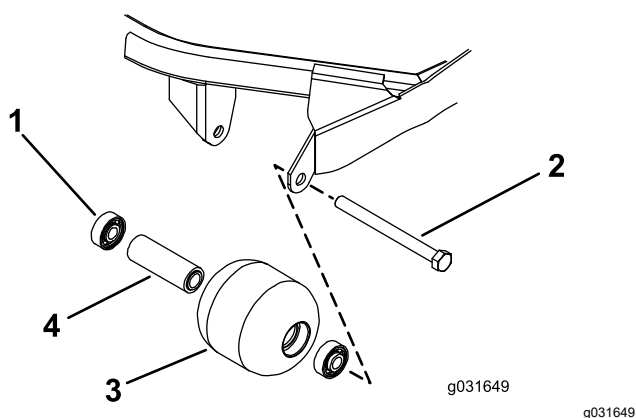

Figura 72
1. Retire el perno de montaje del rodillo (Figura 72).
4. Inspeccione el alojamiento del rodillo, los cojinetes, y el espaciador del cojinete (Figura 72).
1. Haciendo presión solamente sobre el anillo de rodadura exterior, o de forma igual sobre el anillo exterior y el interior, introduzca el primer cojinete en el alojamiento del rodillo (Figura 72).
2. Introduzca el espaciador (Figura 72).
3. Haciendo presión solamente sobre el anillo de rodadura exterior, o de forma igual sobre el anillo exterior y el interior, introduzca el segundo cojinete en el alojamiento del rodillo hasta que entre en contacto con el espaciador (Figura 72).